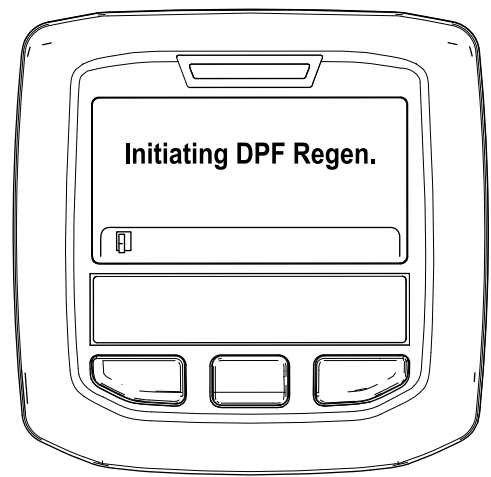

Figura 34
- A. "Initiating DPF Regen." (A iniciar Regen. DPF) é apresentada (Figura 34).